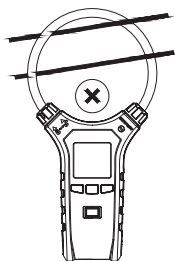

Figure 5
- a. Ne pas tester plus d'un conducteur à la fois, tel qu'illustré à la Figure 5